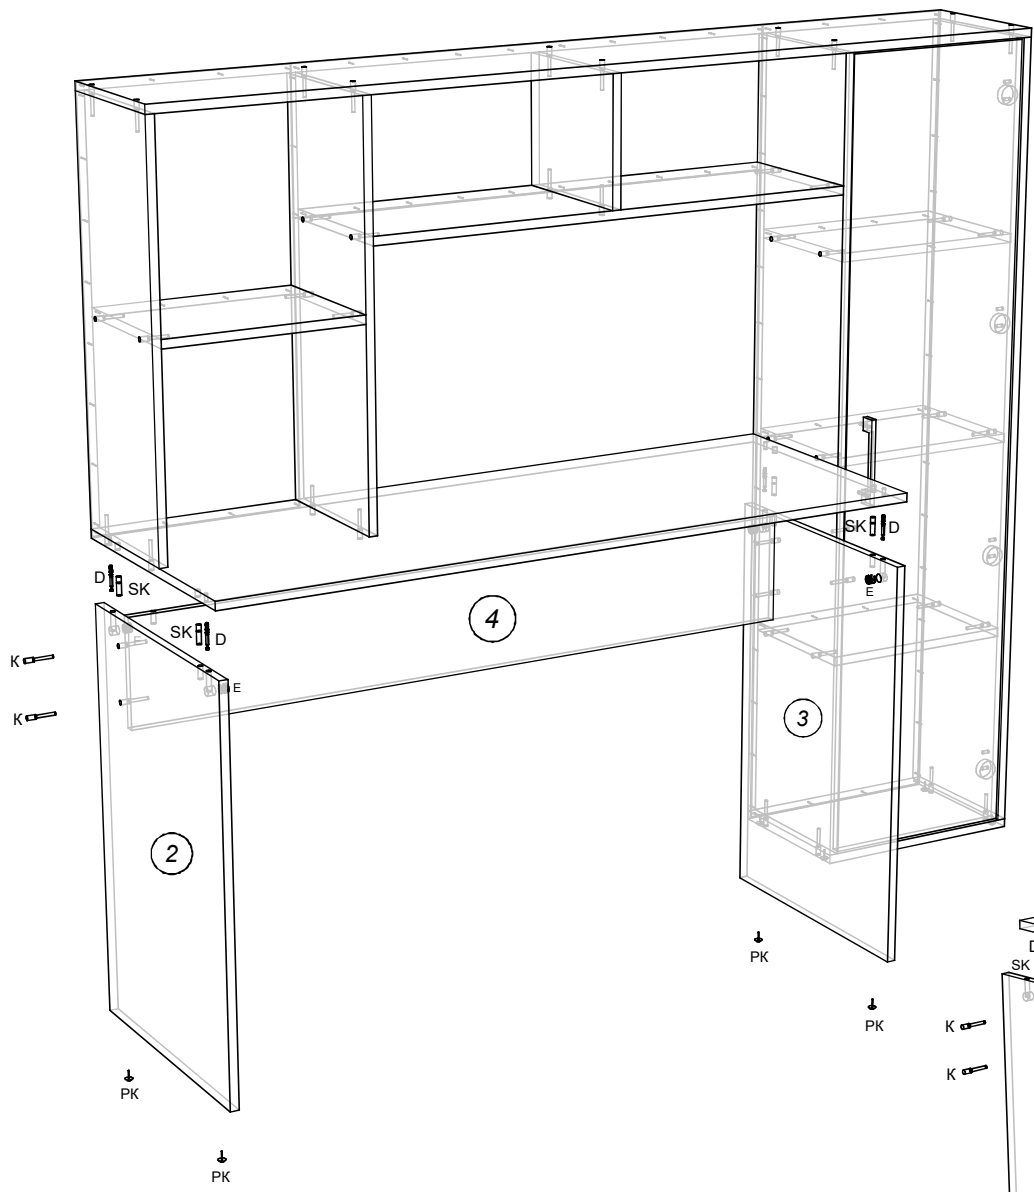

Рис. 2 Схема сборки стола.
2. Соединяем между собой опоры(поз. 2 и 3) и царгу(поз. 4). Собранную конструкцию присоединяем к крышке стола(поз. 1) как показано на рис. 2.